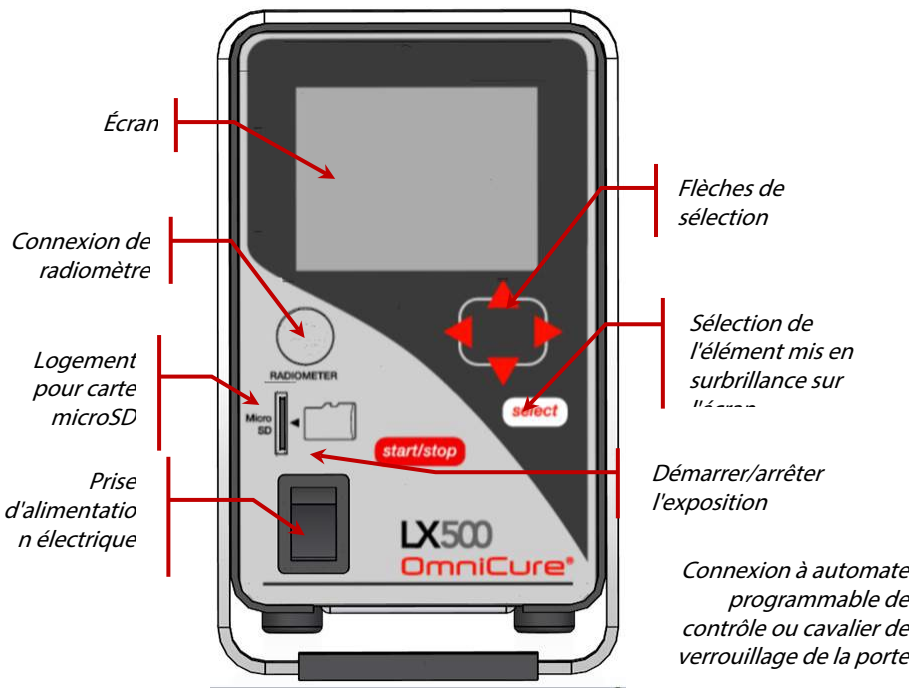

Figure 1 Contrôleur de lampe UV à DEL (avant)
3. Mettez le contrôleur en marche (voir Figure 1).